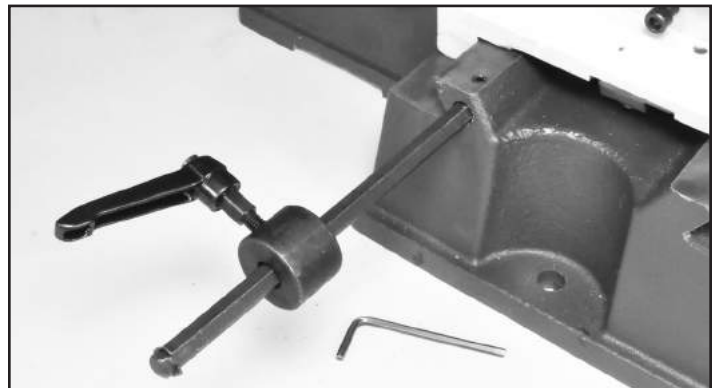

FIG. 6
2. Desserrez les deux vis de réglage (#56) qui sont situées sur la base du passage en queue d'aronde de la machine, juste au-dessus des trous forés pour recevoir les tiges de butée. FIG. 6.
3. Insérez les tiges de butée dans les trous de la base et sécurisez-les en position en resserrant les vis de réglage qui avaient été desserrées à l'étape 2. FIG. 6.